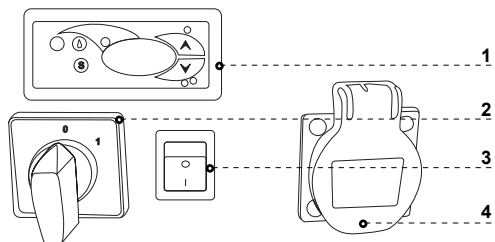

Рис.7 Пульт управления
- Включить главный выключатель Рис.7/2 (стр.34), что вызовет подключение регулятора термостата, а затем агрегата оборудования
- На пульте термостата Рис.7/1 (стр.34) установить температуру (подробности обслуживания на стр.39 или 40)
- Включить кнопку освещения Рис.7/3 (стр.34)